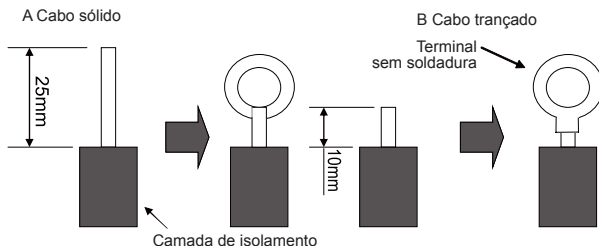

Fig. 36
- (1). Para cablagem de núcleo sólida (Fig. 36).
(2). Para cablagem trançada (Fig. 36).